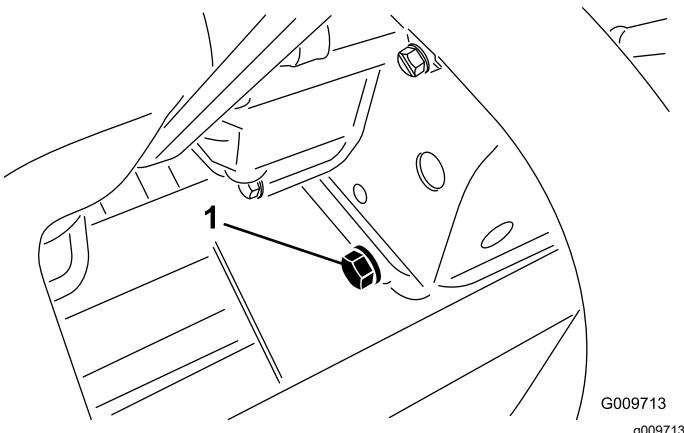

Figura 74
2. Togliete il tappo di spurgo (Figura 74) e lasciate defluire l'olio in una bacinella.